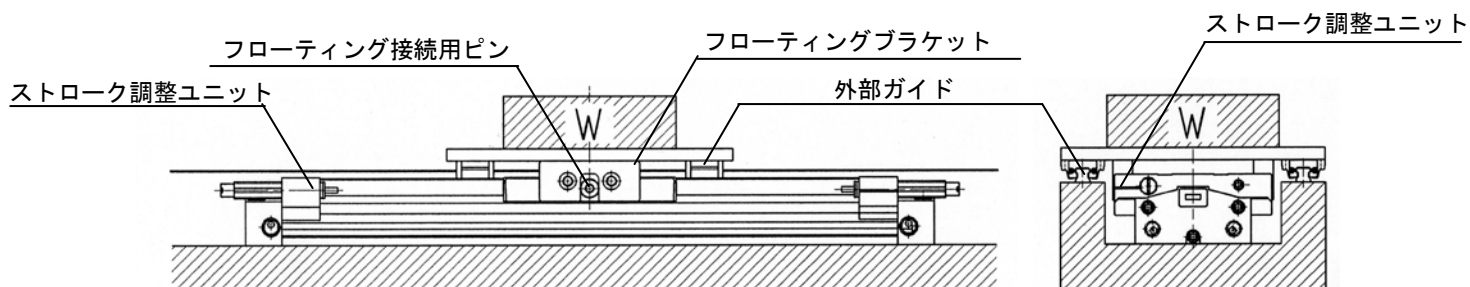
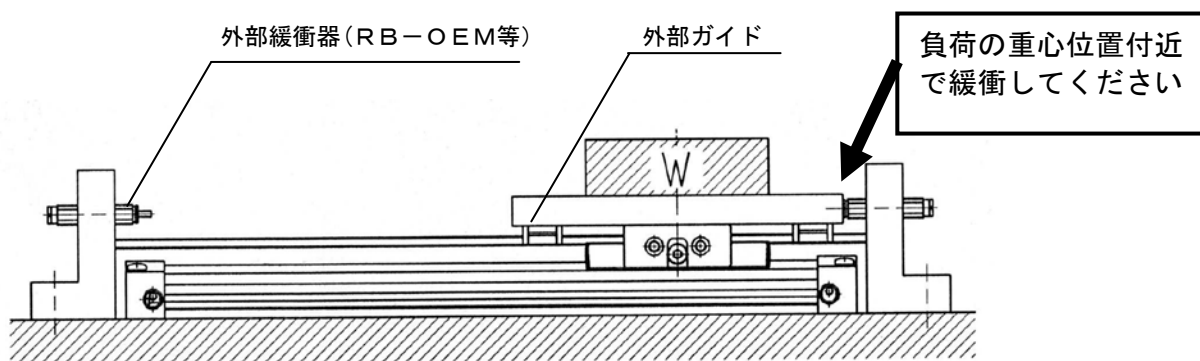

図18 外部ガイドとストローク調整ユニットを併用した場合
図19 外部ガイドー外部緩衝器を併用した場合
- ②外部ガイドを併設してストローク調整ユニットを使用する場合、クッション吸収能力範囲内で使用してください。（MY3A／3B）
- ③フローティング機構はフローティング接続用ピンとフローティングブラケットのはめ合い部に微少な隙間を設けることで力を逃がし、フローティングさせています。そのため、付近に振動源があるような場所にシリンダを設置して、外部ガイドを併設した上でストローク調整ユニットを使用した場合（図18参照）には、ストロークエンド停止している時にフローティング機構の微少な隙間によりワークが微振動することがあります。そのような場合は、直接負荷側を外部緩衝器で受ける構造（図19参照）としてください。
- ④負荷条件が過大な場合、調整時や飛び出し現象によりフローティング接続用ピン部等が破損する場合がありますのでご注意ください。
- ⑤クッション吸収能力範囲を超える位置決め緩衝停止が必要な場合は直接負荷側を外部緩衝器で受ける構造（図19参照）としてください。